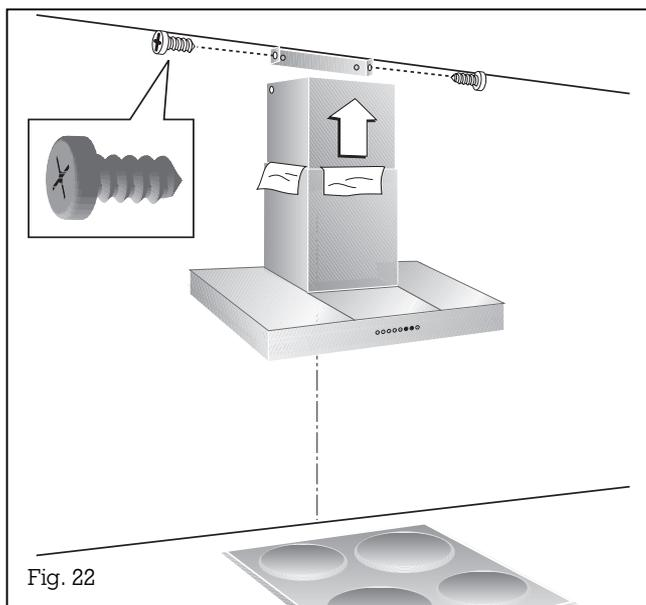

Fig. 22
- Tirare l'elemento superiore verso l'alto nella sua posizione finale e fissarlo con due viti sul supporto del soffitto (Fig. 22).